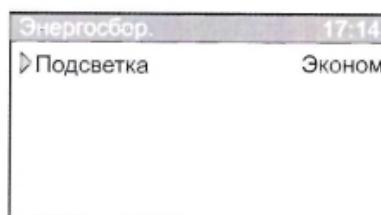

Рисунок 6. Подменю энергосбережение.
7.2.7. Установить датчик на поверхность контролируемого объекта, плавно перемещая его из стороны в сторону и поворачивая датчик вокруг вертикальной оси, добиться максимально заполненной строки и наибольшего показания цифрового значения в % рис.6 поз . 5. Заполняемая строка является грубым инструментом поиска, для более точного определения положения арматуры следует руководствоваться цифровым значением. При использовании акустического контроля поиск положения арматуры сопровождается звуком, чем точнее положение датчика, тем звук выше. При максимальном показании цифрового значения ось арматурного стержня располагается под продольной осью датчика.